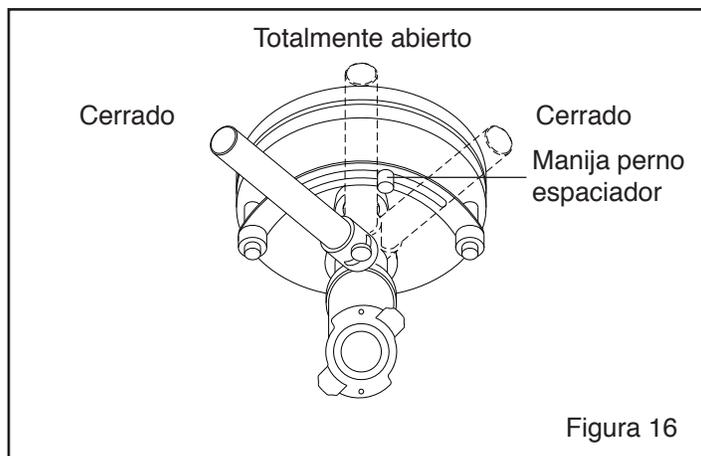

Figura 16
4.1 Ajuste el Flujo de Abrasivo - Figura 16